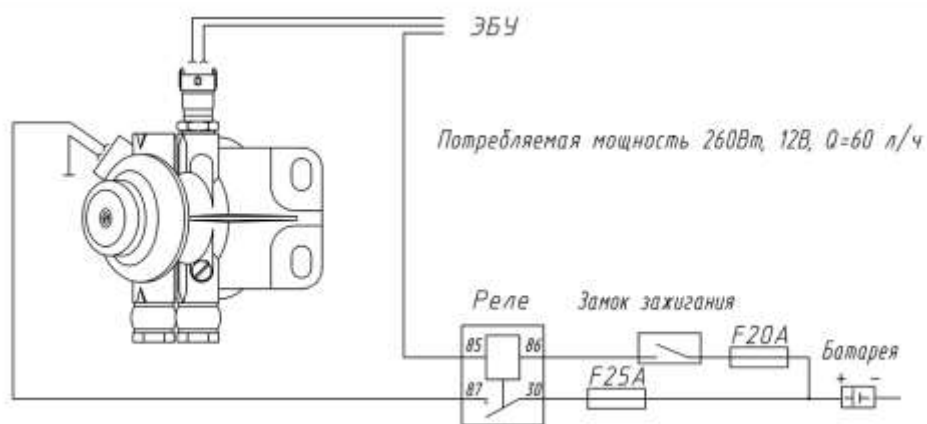

Рис.55. Фильтр тонкой очистки топлива:
**Фильтр тонкой очистки топлива (ФТОТ)** (рис.55) имеет важное значение для нормальной и безаварийной работы ТНВД и форсунок. Поскольку плунжер, втулка, нагнетательный клапан и элементы форсунок являются деталями прецизионными, топливный фильтр должен задерживать мельчайшие абразивные частицы размером 3...5 мкм. Важной функцией фильтра является также задержание и отделение воды, содержащейся в топливе.